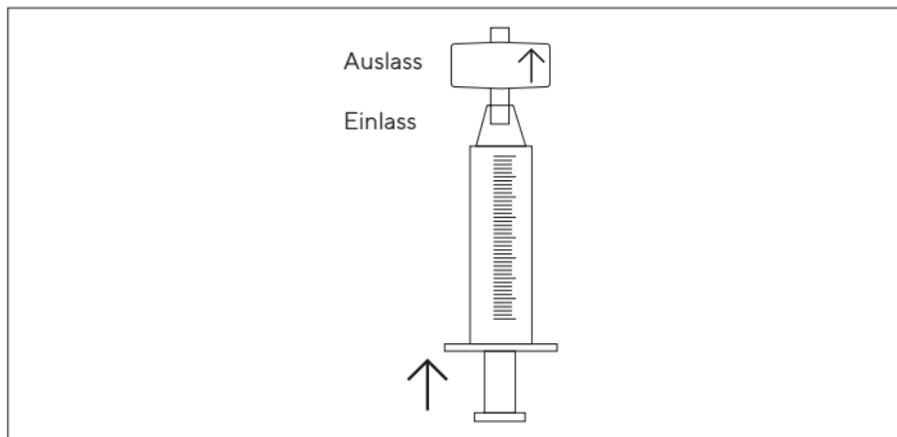

Abb. 3: Luftentfernung durch Füllen von Sartobind Convect® SC und D Nano mit Luer-Spritze
- ▶ Eine 10- bis 20-mL-Luer-Spritze mit Äquilibrierungspuffer füllen und mit der Kapsel verbinden. Die Kapsel aufrecht halten (Auslass nach oben) und die Luft wie in Abb. 3 zu sehen hinausdrücken.